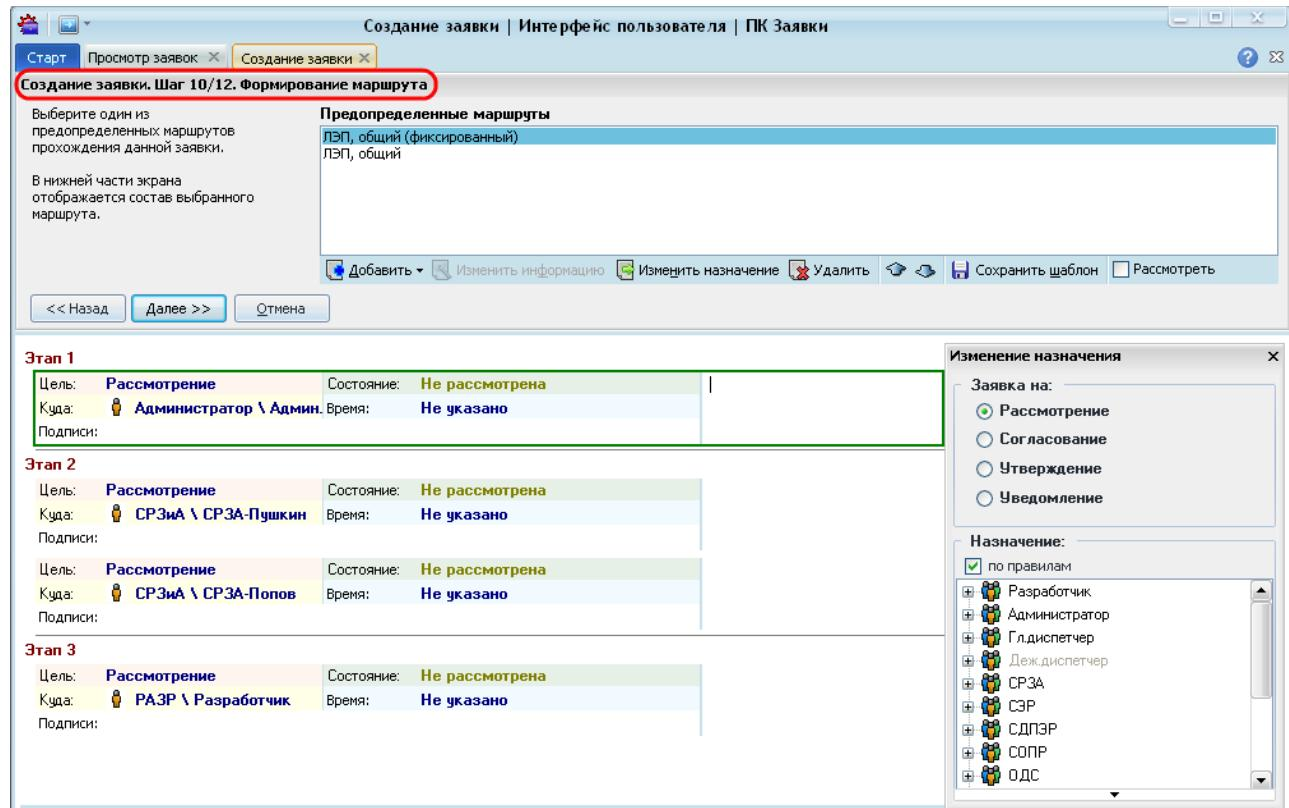

Рисунок 10.31 – Формирование маршрута
- «*Шаг 10/12. Формирование маршрута*». На данном шаге формируется маршрут заявки. На форме мастера создания заявок в поле «Предопределенные маршруты» первым в списке маршрутов, на основе которых может быть создан фактический маршрут заявки, идет предопределенный маршрут с меньшим порядковым номером. После выбора предопределенного маршрута из списка строится фактический маршрут, состоящий из элементов внутреннего и внешнего маршрутов (Рисунок 10.31). Внутренний маршрут состоит из списка служб, которые рассматривают заявки на оборудование данного комплекса. Внешний маршрут составляется на основании информации об управлении / ведении для данной единицы оборудования.
- кнопка «Изм. назначение» для вызова панели «Изменение назначения» (Рисунок 10.31);